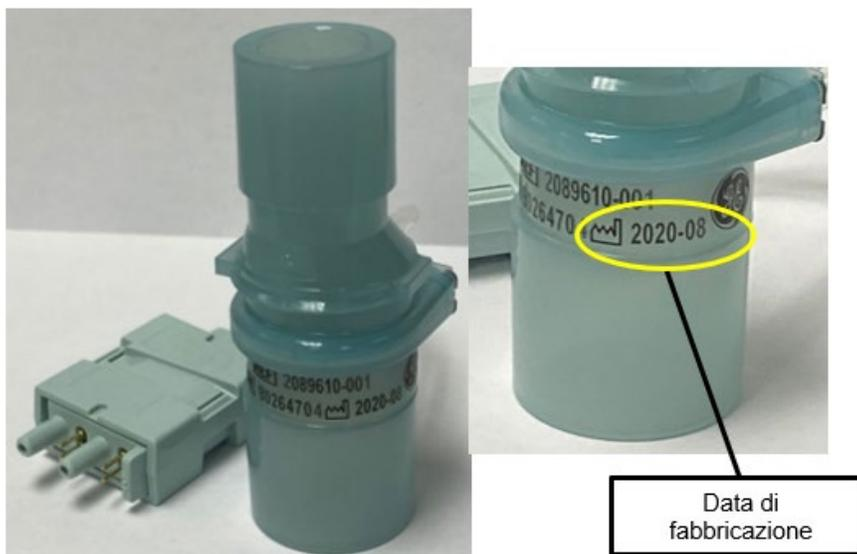

Figura 1: Data di fabbricazione sul corpo del sensore di flusso
- a. Controllare la data di fabbricazione sul corpo del sensore di flusso (vedere la Figura 1 riportata di seguito). La data è indicata come AAAA-MM (anno-mese), ad es. 2021-04 = aprile 2021.